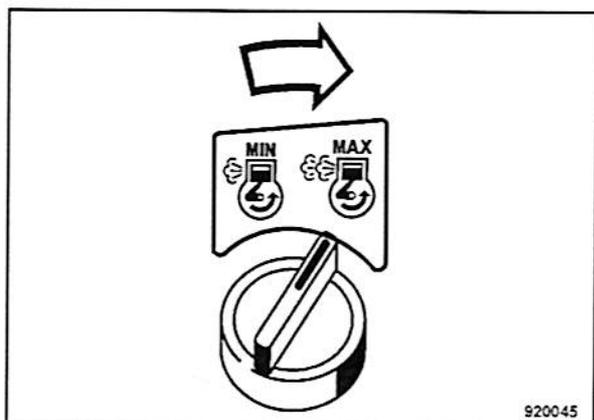

Fig. 58
- Para arrancar el motor con temperaturas bajas hay que girar el conmutador giratorio para la velocidad del motor (Fig. 58) hacia la derecha a "MAX".